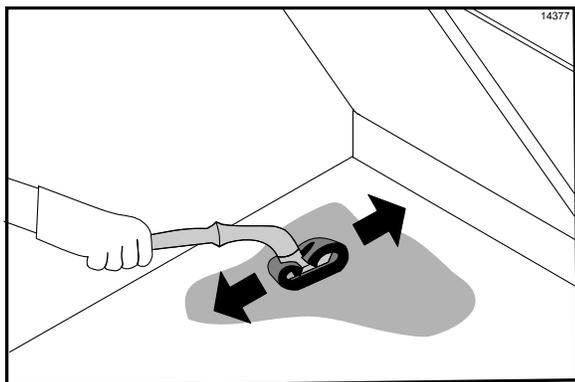

Figura 107
39. Use el soporte para fibra limpiadora para tallar ligeramente las superficies inferiores de la parrilla hasta que el limpiador de parrillas haya disuelto toda la suciedad. En el caso de suciedad tenaz, aplique más limpiador de parrillas y talle con suavidad. (Vea la figura 107.)